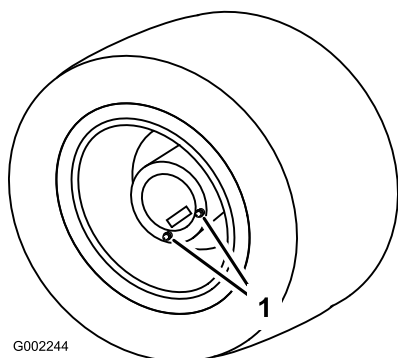

Figura 80
1. Posizionate l'irroratrice su una superficie piana con le ruote posteriori posizionate per lo spurgo (Figura 80).
3. Posizionate una bacinella di spurgo sotto i tappi di spurgo e rimuoveteli dalla ruota (Figura 80).